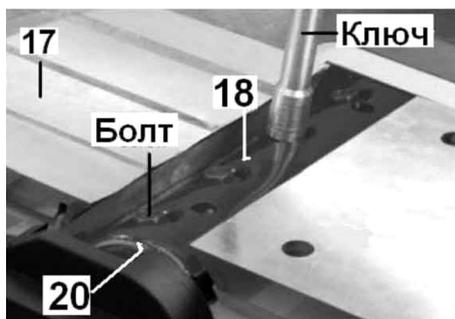

Рисунок 1
5.2. Снятие ножей рубанка (рис.1).